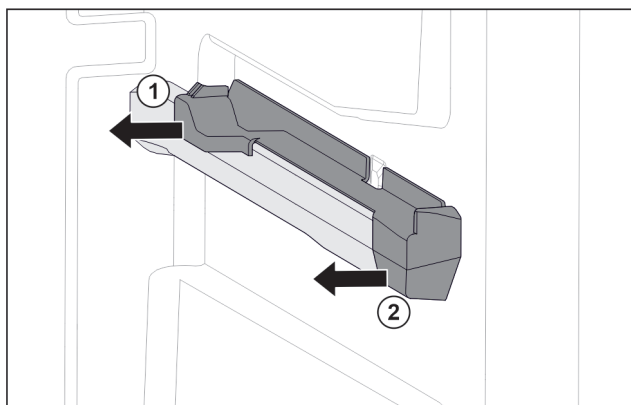

Fig. 77 Tillsats på den högra behållarens galler
- ▶ Dra bort tillsats i bak i sidled. Fig. 77 (1)
- ▶ Dra bort tillsats i fram i sidled. Fig. 77 (2)